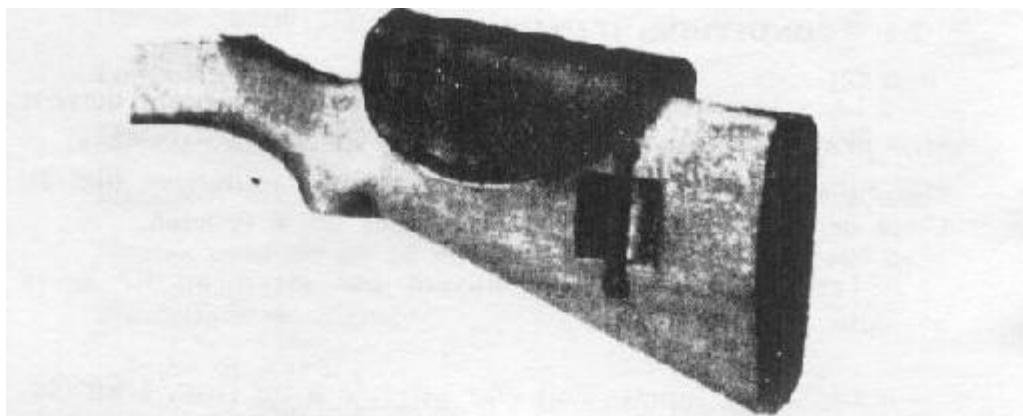

Fig. 2. — *Crosse muni du repose-joue en caoutchouc.*
2.1.1. - Les fusils destinés à recevoir une lunette doivent être préalablement sélectionnés au tir pour leur précision et être équipés d'une crosse à repose-joue en caoutchouc (fig. 2). Cette dernière opération est à effectuer au 3e échelon.